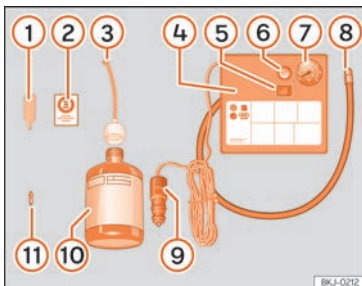

Abb. 227 Prinzipdarstellung: Bestandteile des Pannensets
Das Pannenset befindet sich im Gepäckraum unter dem Bodenbelag. Es besteht aus folgenden Bestandteilen >>> **[Abb. 227]:**
- Ventilkappe und Ventileinsatz vom Reifenventil abschrauben. Verwenden Sie den Ventileinsatzdreher >>> **[Abb. 227]** ① zum Herausschrauben des Ventileinsatzes. Legen Sie den Ventileinsatz auf einem sauberen Untergrund ab.
- Reifenfüllflasche kräftig schütteln >>> **[Abb. 227]** ⑩.
- Einfüllschlauch >>> **[Abb. 227]** ③ auf die Reifenfüllflasche schrauben. Die Folie am Verschluss wird automatisch durchstoßen.
- Verschlussstopfen vom Einfüllschlauch >>> **[Abb. 227]** ③ entfernen und das offene Schlauchende auf das Reifenventil schrauben.
- Ventileinsatz mit dem Ventileinsatzdreher >>> **[Abb. 227]** ① wieder in das Reifenventil schrauben.
- Reifenfüllschlauch >>> **[Abb. 227]** ⑧ des Luftkompressors fest auf das Reifenventil schrauben.
- Prüfen, ob die Luftablassschraube >>> **[Abb. 227]** ⑥ zuge dreht ist.
- Kabelstecker »» (Abb. 227) ⑨ in eine 12-Volt-Steckdose des Fahrzeugs stecken »» S. 224.
- Luftkompressor mit dem EIN-/AUS-Schalter »» (Abb. 227) ⑤ einschalten.
- Kleben Sie den Aufkleber »» (Abb. 227) ② im Sichtfeld des Fahrers auf das Kombi-Instrument.
Schließen Sie den Reifenfüllschlauch »» (Abb. 227) ⑧ wieder an und lesen Sie den Reifenfülldruck an der Reifenfülldruckanzeige ⑦ ab.